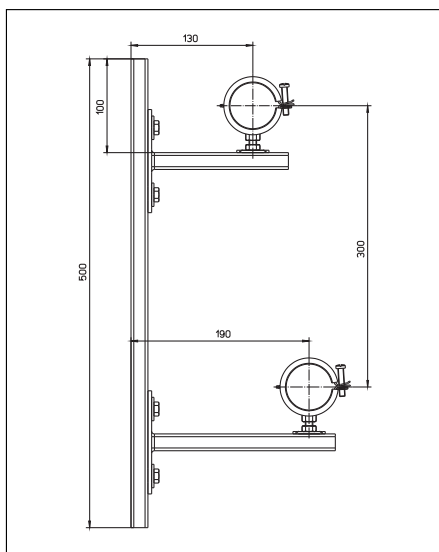

**Fig. 5.2:** Encombrements console
- Console (réf. 1414490): Pour la fixation du distributeur/collecteur «Multidis SFI» en laiton (encombrements voir fig. 5.2).